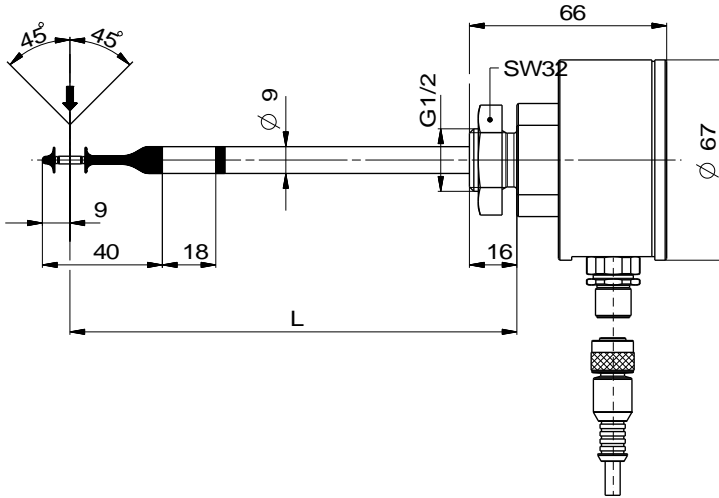

Abbildung 3-1
Bei dem Strömungssensor **SS 20.500** handelt es sich um ein Präzisionsinstrument mit hoher Messempfindlichkeit, die nur durch ein feingliedriges Design des Messfühlers erreicht werden kann (siehe Abbildung 3-1). Mechanische Einwirkungen auf die Fühlerspitze sollten deshalb vermieden werden.
Die einer Hantel ähnelnde Messspitze ermöglicht die omnidirektionale Strömungsmessung senkrecht zur Fühlerlängsachse. Des Weiteren erlauben die strömungsführenden Scheiben eine Abweichung von der ideal senkrechten Erfassungsrichtung von bis zu  $\pm 45^\circ$  (siehe Abbildung 3-1) ohne signifikante Beeinflussung des Messergebnisses7. Die Mitte des Hantelkopfelements, auf die sich auch die Längenangabe (L) des Fühlers bezieht, stellt den eigentlichen Messort der Strömungsmessung dar und sollte möglichst günstig im Flow platziert sein, z. B. in der Rohrmitte (siehe auch Abbildung 3-5).